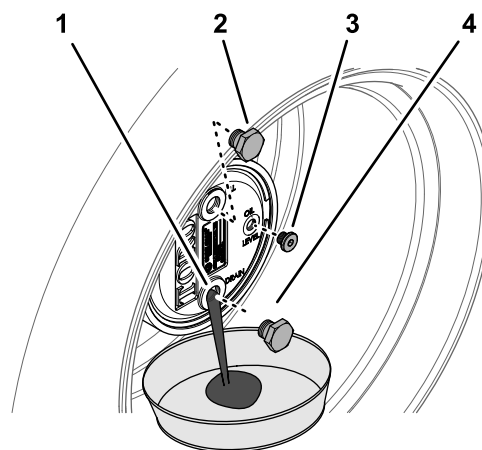

Рисунок 106
2. Снимите пробку заливного отверстия, расположенную в положении «12 часов», и пробку контрольного отверстия, расположенную в положении «3 часа» (Рисунок 106).
3. Подставьте сливной поддон под ступицу планетарной передачи, снимите пробку сливного отверстия, расположенную в положении «6 часов», и дайте маслу полностью стечь (Рисунок 106).
5. Установите пробку сливного отверстия в сливное отверстие корпуса планетарного редуктора (Рисунок 106).